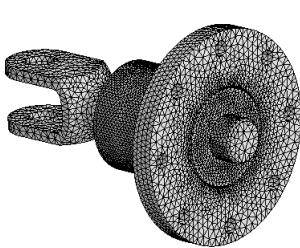

图 7.10.6 网格划分结果
(1) 局部控制一。单击“Mesh”工具栏中的 Mesh Control 按钮，在下拉列表中选择 Contact Sizing 选项，弹出“Details of ‘Contact Sizing’ - Contact Sizing”对话框；在对话框中的 **Contact Region** 下拉列表中选择 **Rough - SHAFT-BUSH To CONNECTOR-SHAFT** 选项，在 **Element Size** 文本框中输入数值 3.0，完成局部控制参数定义。
(2) 局部控制二。再次单击“Mesh”工具栏中的 Mesh Control 按钮，在其下拉列表中选择 Contact Sizing 选项，在“Details of ‘Contact Sizing’ -- Contact Sizing”对话框的 **Contact Region** 下拉列表中选择 **Rough - SHAFT-BUSH To OUT-BUSH** 选项，在 **Element Size** 文本框中输入数值 3.0，完成局部控制参数定义。
(3) 单击“Mesh”工具栏中的 Update 按钮，网格划分结果如图 7.10.6 所示。